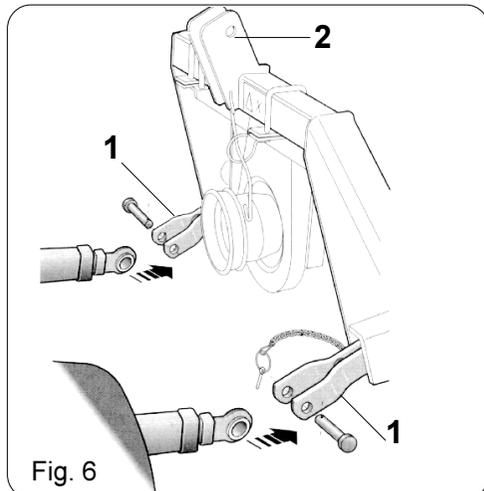
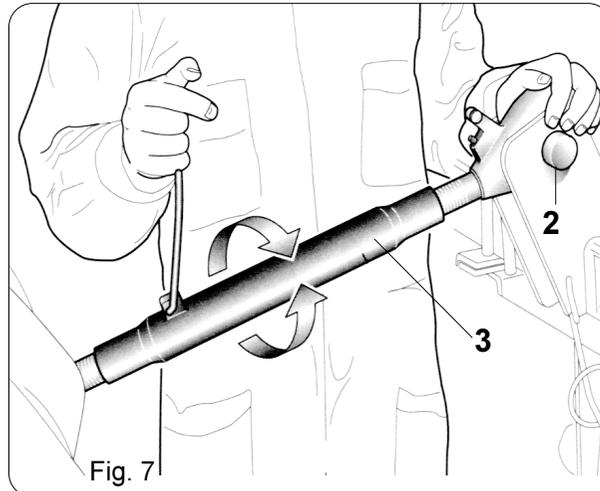
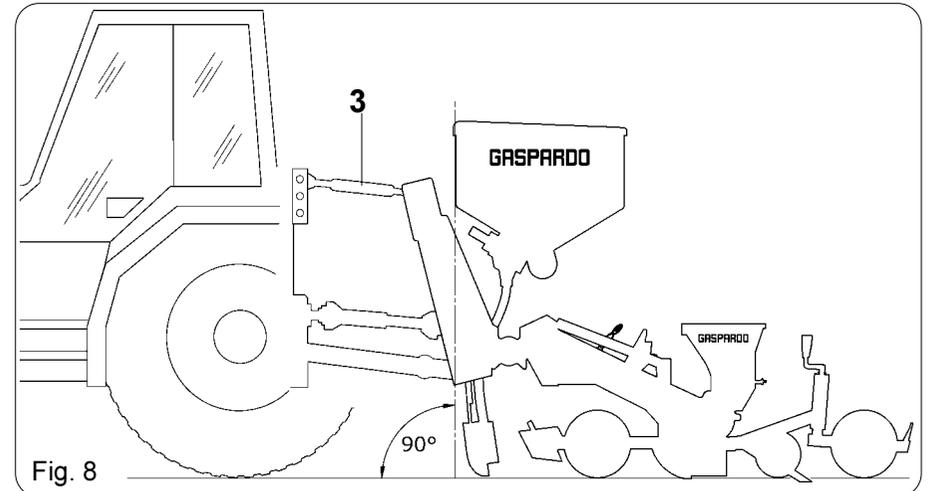

Fig. 6
Fig. 7
Fig. 8
- 1) Agganciare le barre del sollevatore sui perni predisposti (1 Fig. 6). Bloccare con le copiglie a scatto.
- 3) Collegare il terzo punto superiore (2 Fig. 6 - 7); la spina va bloccata con l'apposita copiglia; mediante il tirante di regolazione (3 Fig. 7 - 8) fare in modo che la seminatrice sia perpendicolare al terreno (Fig. 8).
- 1) *Hook the lifter bars onto the pins provided (1 Fig. 6) Block with the snap split pins.*
- 3) *Connect the third upper point (2 Fig. 6 - 7); the pin will be blocked with the appropriate split pin; use the adjusting tie-rod (3 Fig. 7 - 8) to keep the seeder perpendicular to the ground (Fig. 8).*
- 1) Die Hubvorrichtungstangen in die vorhandenen Bolzen einhängen (1 Abb. 6) und mit den Sicherheitssplints blockieren.
- 3) Den oberen dritten Punkt (2 Abb. 6 - 7) ankuppeln. Der Stift muß durch seinen Splint blockiert werden; mit der Einstellzugstange (3 Abb. 7 - 8) die Sämaschine senkrecht zum Boden ausrichten (Abb. 8).
- 1) *Accrocher les barres de l'élevateur aux pivots prévus à cet effet (1 Fig. 6). Bloquer par les goupilles à encliquetage.*
- 3) *Relier le troisième point supérieur (2 Fig. 6 - 7); bloquer la cheville par la goupille "ad hoc". Positionner le semoir perpendiculairement au sol (Fig. 8) par l'entretoise de réglage (3 Fig. 7 - 8).*
- 3) Conectar el tercer punto superior (2 Fig. 6 - 7); la clavija tiene que bloquearse con el respectivo pasador; a través del tensor de regulación (3 Fig. 7 - 8) tratar que la sembradora se encuentre en posición perpendicular al terreno (Fig. 8).